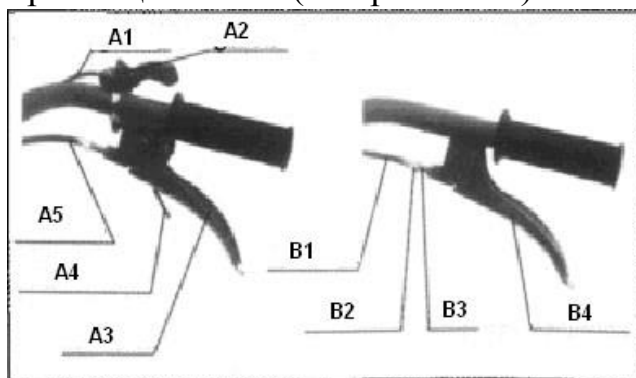

Рисунок 5
1. Регулировка троса сцепления. (См. рис. 5 и 6) 2.